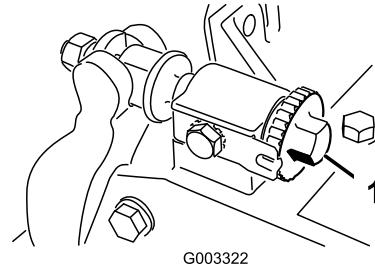

Bild 22
1. Lösen Sie den Spindel-zu-Untermesser-Kontakt, indem Sie die Einstellhandräder des Untermessers (Bild 22) nach links drehen, bis kein Kontakt besteht.